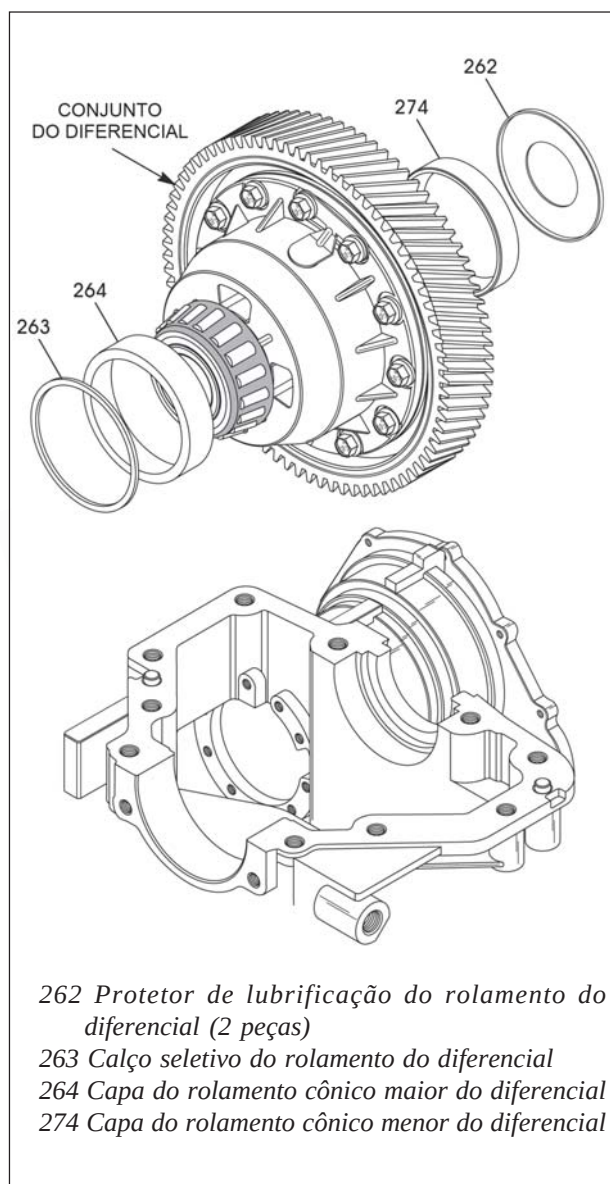

Figura 98
26. Instale o conjunto completo do diferencial, ambas as capas do rolamento e o protetor de lubrificação como um só conjunto, conforme figura 98.
27. Instale o calço seletivo contra a capa do rolamento cônico maior, conforme mostra a figura 98.